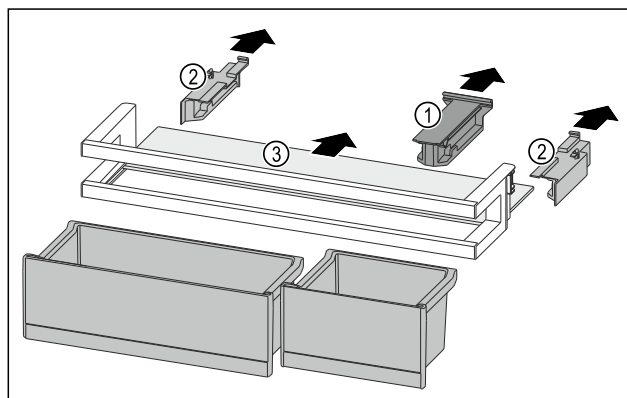

Fig. 90
- ▶ Изтеглете задържащата част Fig. 90 (1).
- ▶ Изтеглете страничните части Fig. 90 (2).
- ▶ Сваляте рафта Fig. 90 (3).